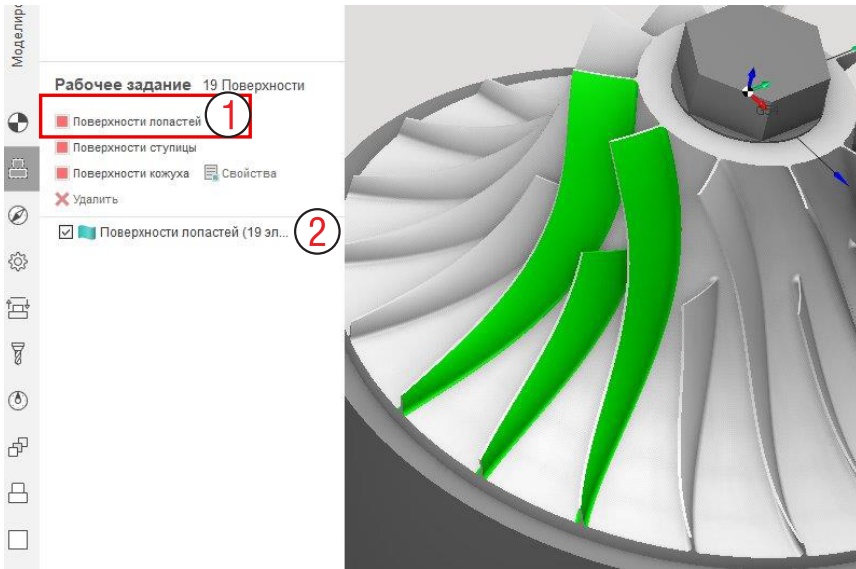

Рис. 14-3. Рабочее задание – поверхности лопастей.
На вкладке **Рабочее задание** выберите грани двух соседних больших лопастей, грани разделителя (укороченной лопасти) и скругления их со ступицей и нажмите на иконку **Поверхности лопастей** (1 на рис. 14-3). В данном случае должно быть 19 элементов, что видно в списке (2).